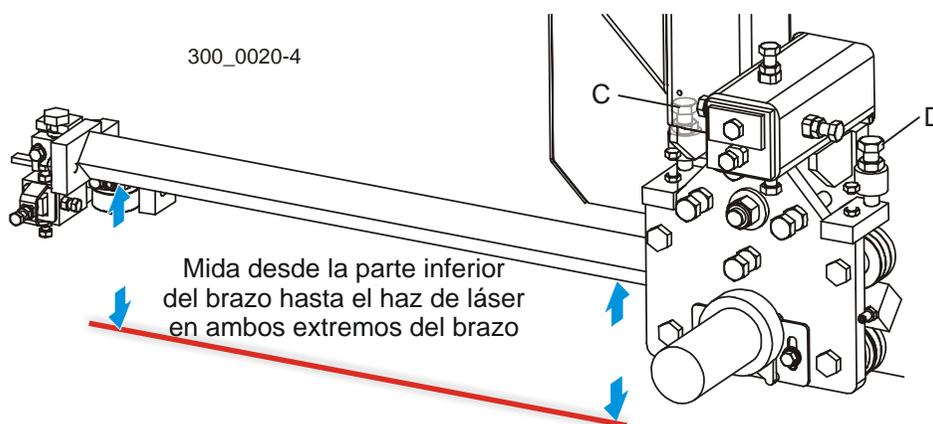

FIGURA 3-52
Vea la Figura 3-52. Ajuste el brazo de guíasierra del todo hacia adentro. Mida desde la parte inferior del brazo hasta el haz de láser en ambos extremos del brazo. Las dos medidas en cada extremo del brazo deben ser iguales dentro de $1/32$ ". Para ajustar la inclinación vertical del brazo, ajuste los pernos (C y D) en la placa de montaje del brazo guíasierra. Afloje las contratuercas. Ajuste el perno (C) hacia arriba y el perno (D) hacia abajo para inclinar el brazo hacia arriba. Ajuste el perno (D) hacia arriba y el perno (C) hacia adentro para mover el brazo hacia la hoja de sierra. Vuelva a revisar la distancia desde el brazo hasta el haz de láser en ambos extremos del brazo. Vuelva a ajustar si es necesario. Apriete las contratuercas.